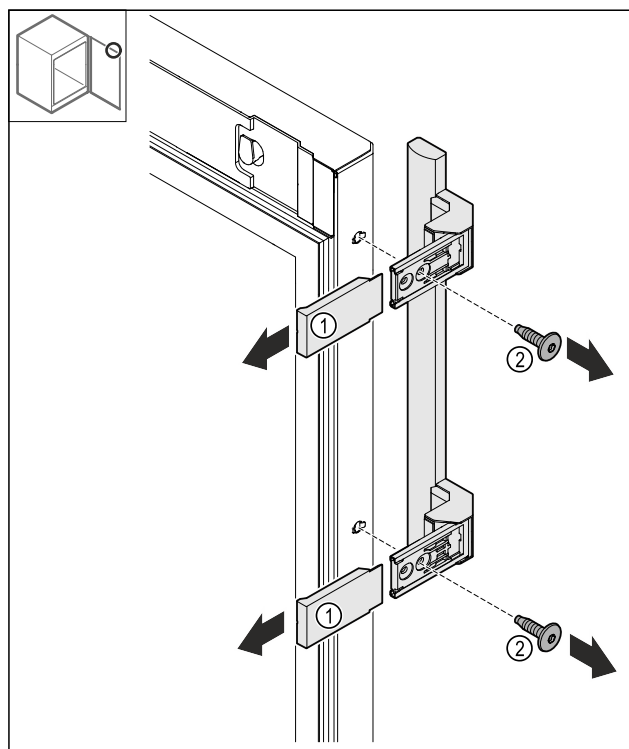

Fig. 20
- Retirer les caches Fig. 20 (1).
- Desserrer les vis Fig. 20 (2).